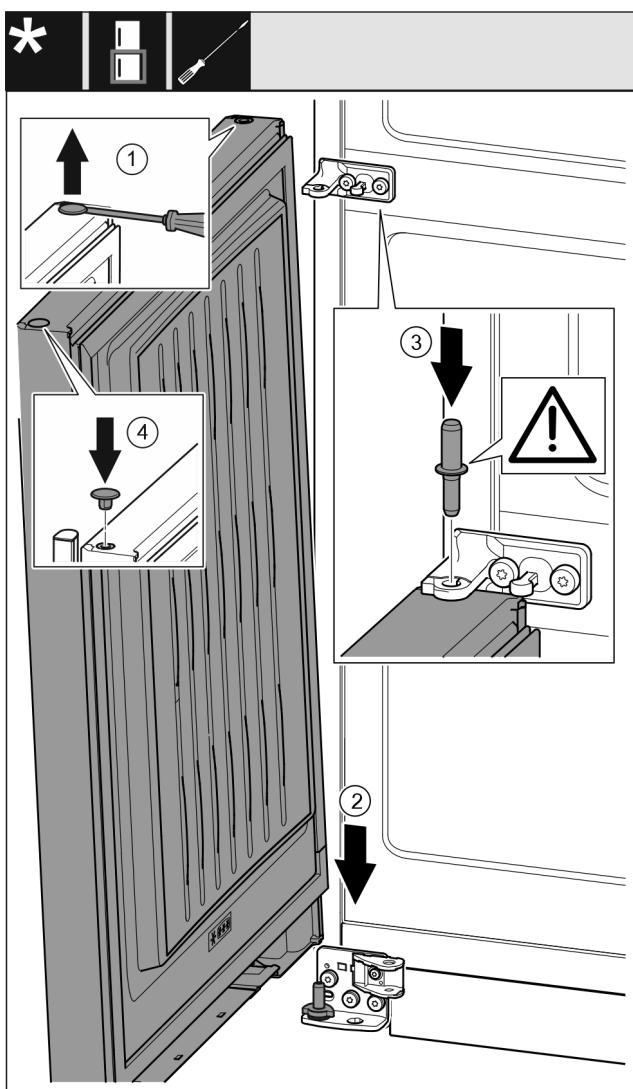

Fig. 41
- С плоска отвертка внимателно повдигнете тапата и я извадете. Fig. 41 (1)
- Поставете вратата отгоре върху долния лагерен болт. Fig. 41 (2)
- Поставете лагерния болт среда през лагерната стойка среда в долната врата. При това обърнете внимание на това, фиксиращата гърбица да сочи назад. Fig. 41 (3)
- Отново поставете тапата от другата страна на вратата. Fig. 41 (4)